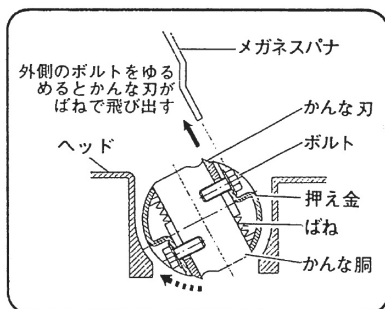
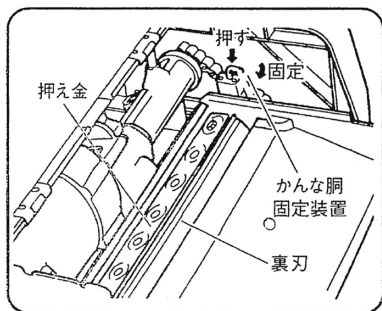

図 23
図 25
(3) かな胴固定装置のレバーを指先で押し、右(図中固定側)にまわしてかな胴を固定します。
(4) 付属のボックススパナ(10mm)で8本のかな刃取付け用ボルトのうち、押え金を押さえている内側の6本のかな刃取付け用ボルトをゆるめて抜き取ります。(図 25)
(5) 残った外側2本のかな刃取付け用ボルトは1/4回転程度ゆるめます
**注** ●両端のかな刃取付け用ボルトをゆるめすぎると、かな刃がばねに押されヘッド(図 23 参照)の内側に飛び出します。もし、かな刃が飛び出した場合はかな胴を図 23 の点線の矢印方向にまわし、かな刃を取り出してください。矢印と反対にまわすと、かな刃がヘッドにくいこみ各部を損傷させます。